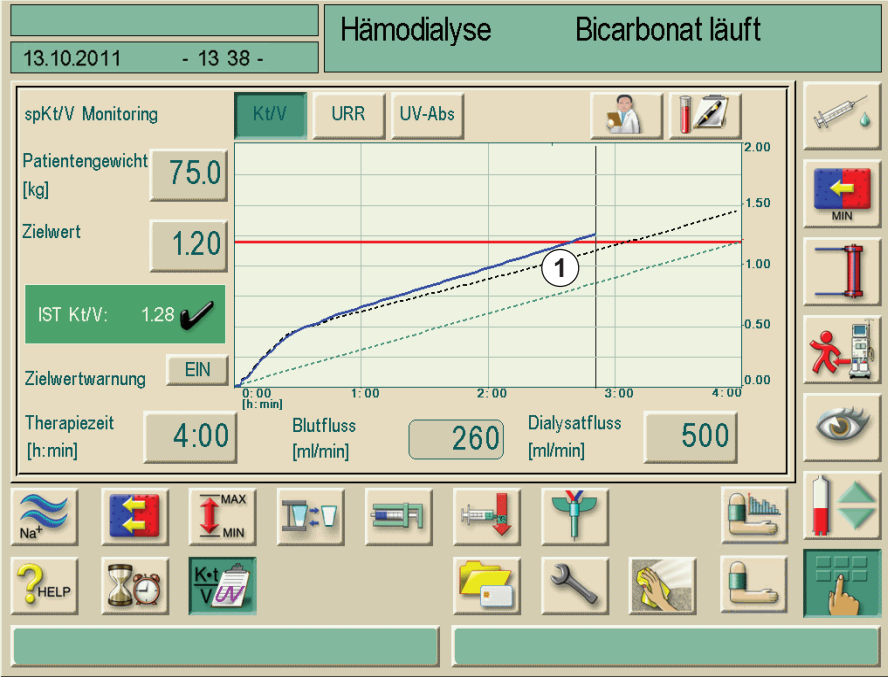

Abb. 11-20 Anzeige der schwarz gestrichelten Verlaufslinie
1. Durch Berühren einer der angezeigten Therapien wird der Bildschirm mit der schwarz gestrichelten Verlaufslinie (Abb. 11-20, 1) geöffnet: